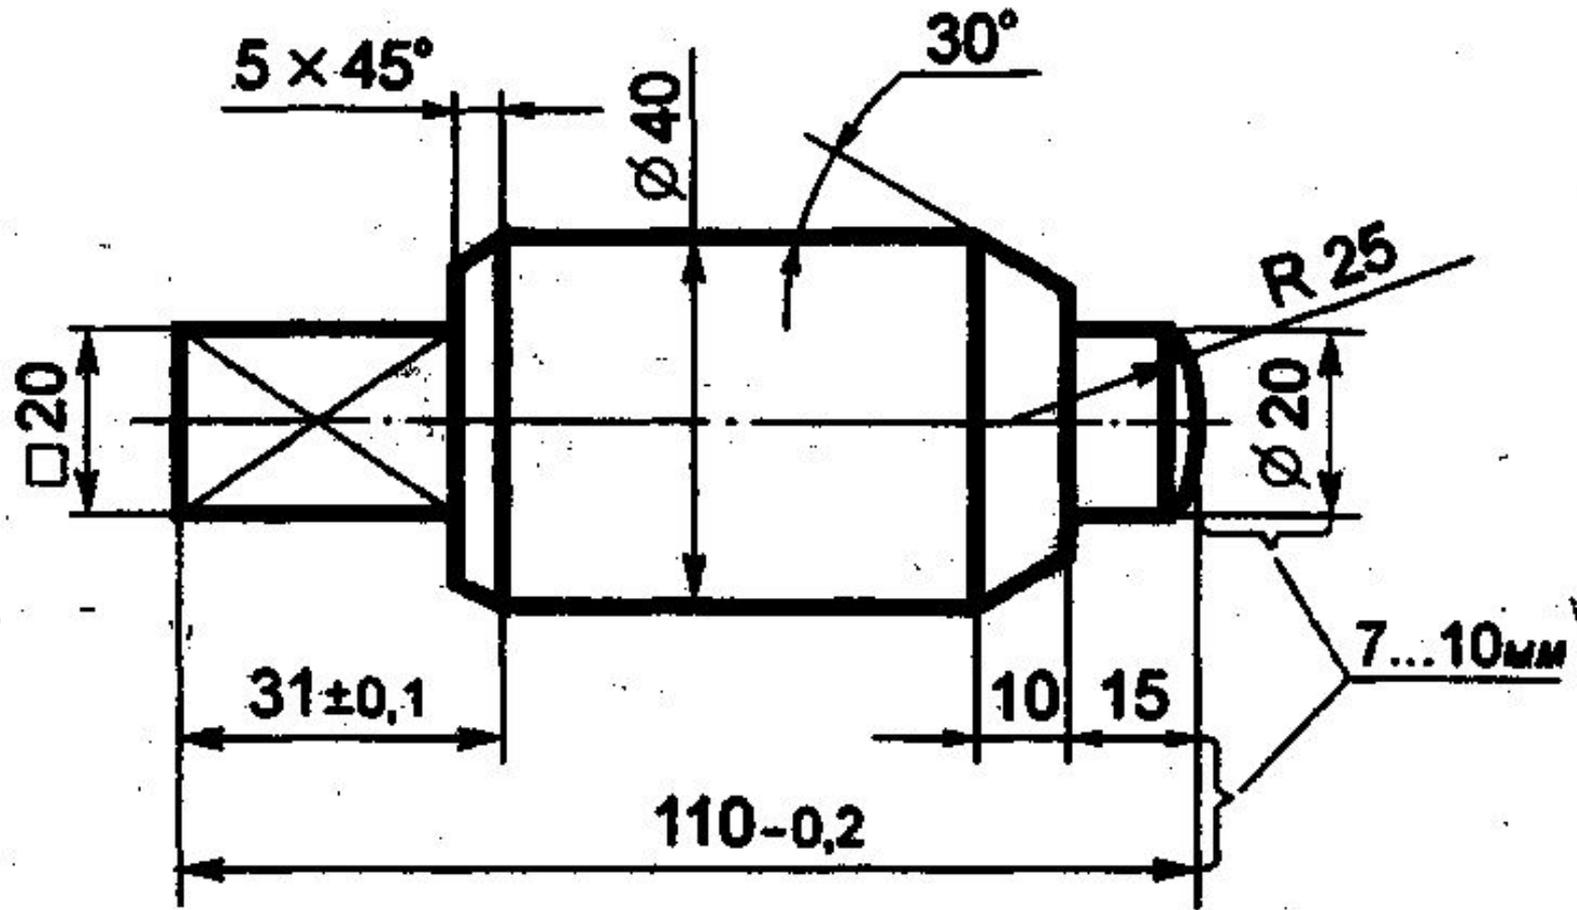

Рис. 4
- Величину изображённой детали можно определять только по размерным числам. Их наносят над размерными линиями возможно ближе к их середине (рис. 4)
- **Размерные линии ограничивают стрелками, которые остриём должны касаться выносных линий (размеры 110, 30, 15,  $\varnothing$ 20 и другие на рис. 4), линий контура (размер  $\varnothing$  40) или осевых линий.**
- Чтобы размерные линии не пересекались с выносными, меньший размер наносят ближе к изображению, а больший - дальше (размеры 15, 30 и размер 110 на рис. 4).
- Линейные размеры на машиностроительных чертежах указывают в миллиметрах; если размеры нанесены у изображений, то единицы измерений (мм) не проставляют (см. рис.4).
- Для обозначения радиуса перед размерным числом всегда наносят знак R - латинская прописная буква (см. рис. 4). Стрелку наносят с одной стороны (см. рис. 9)